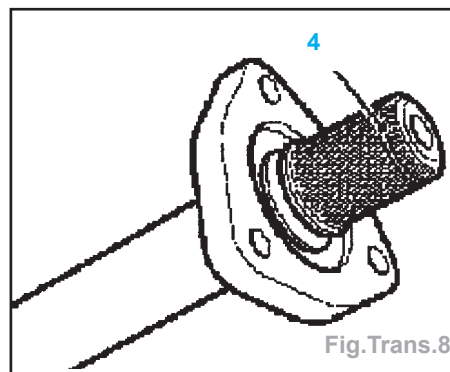

Fig.Trans.8
- Démontez le circlip (4) de l'arbre intermédiaire (Fig.Trans.8).
- Insérer un circlip neuf (4) sur l'arbre intermédiaire (Fig.Trans.8).
- Remonter l'arbre intermédiaire avec la bride (3) sur la boîte de vitesses et la bride.